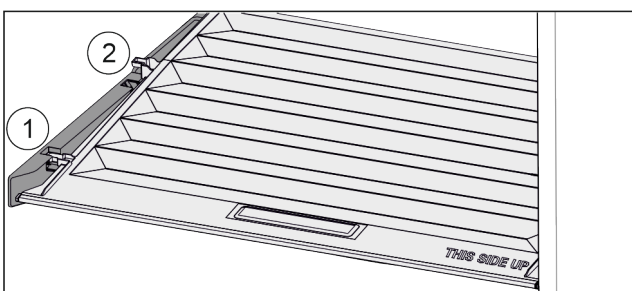

Fig. 108
- ▶ Deckel bis zur Öffnung in den Halteteilen nach vorne ziehen Fig. 108 (1).
- ▶ Hinten von unten anheben und nach oben wegnehmen Fig. 108 (2).